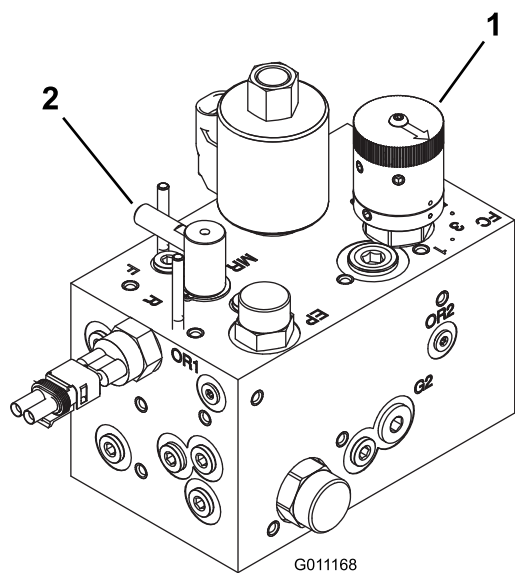

図 44
2. リール速度コントロールノブ(図44)を、ステップ(1)で決めた番号に合わせる。